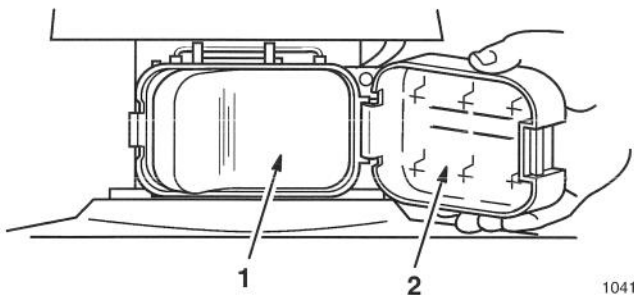

Figure 18
1. Pour retirer le filtre à air, désencliqueter le couvercle, l'ouvrir sur le côté et le décrocher (Fig. 18).